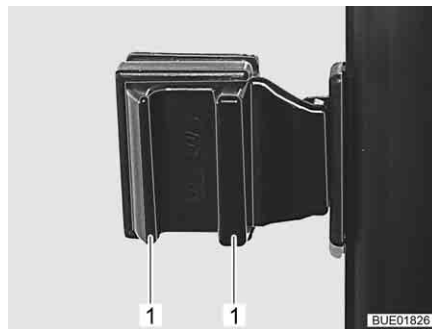

Bild 115 Skjutfönster med trycklås
- Tryck ihop handtagen (Bild 115,1) och håll dem intryckta.